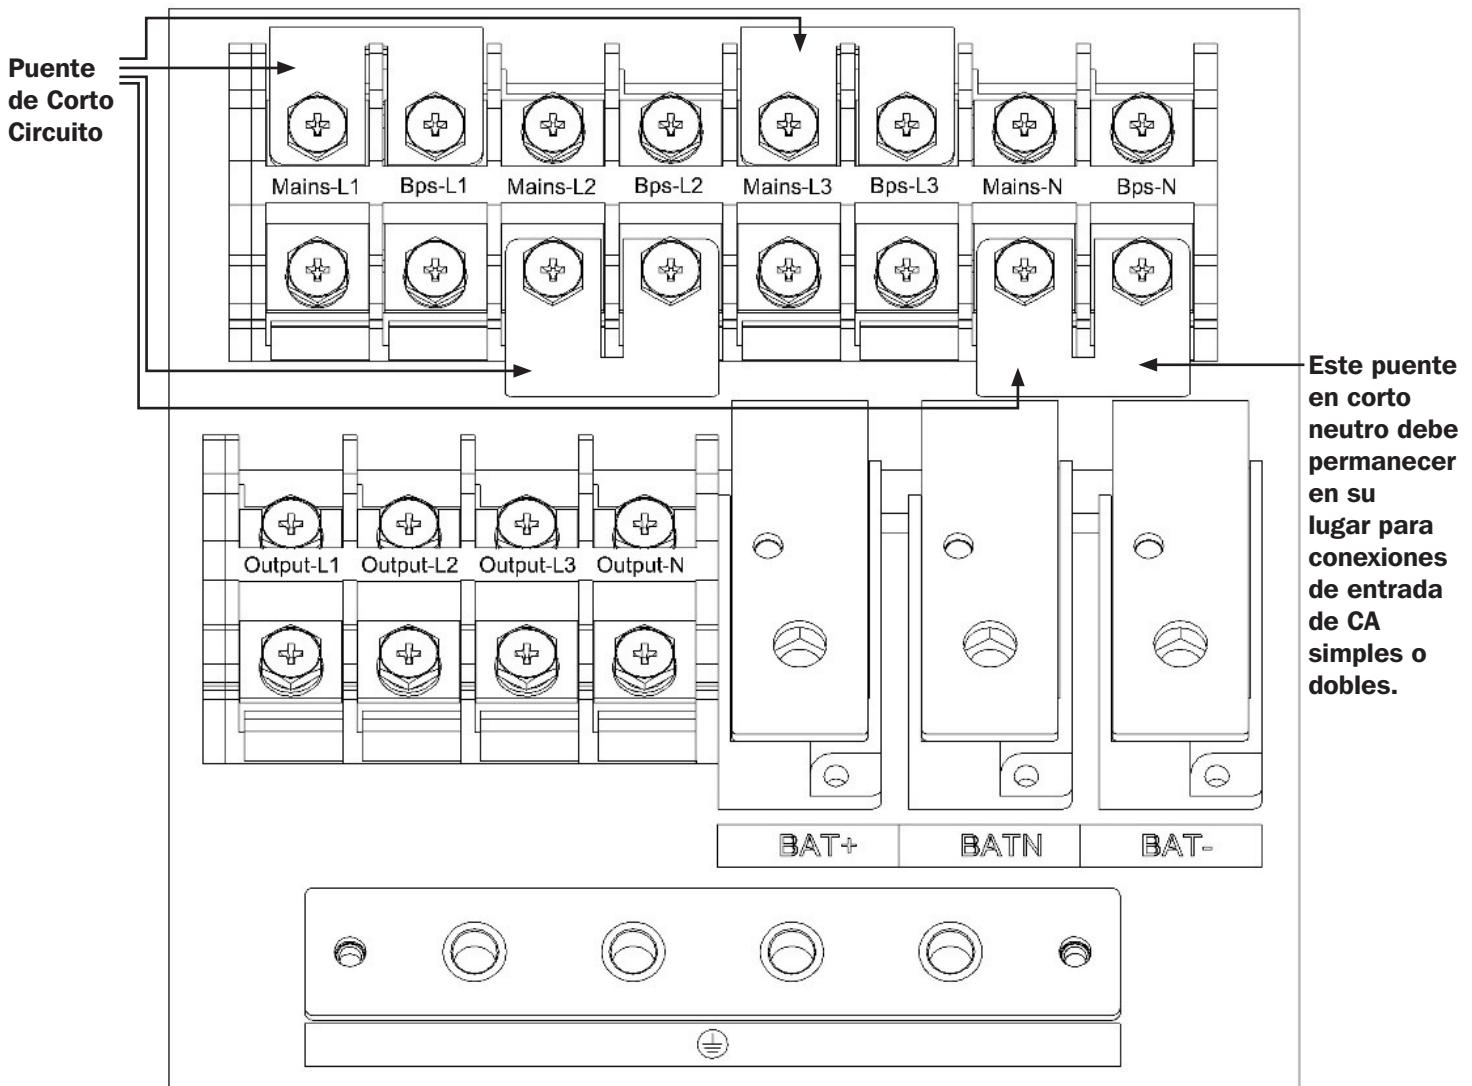

Figura 3-10: Conexión de Entrada Única, Modelos S3M25K y S3M30K
**Nota:** La unidad UPS está predeterminada al modo de entrada única, como se muestra en la Figura 3-10. Retire los puentes en corto para usar en el modo de entrada doble.